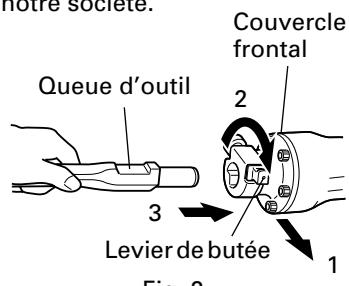

Fig. 2
- (1) Nettoyer, puis enduire la tige de l'outil de graisse ou d'huile machine. (Fig. 2)
- (2) Tourner le levier de 180° dans le sens des aiguilles d'une montre tout en tirant dans votre direction. Inserer ensuite la tige de l'outil dans l'orifice hexagonal du cache avant. (Fig. 2)